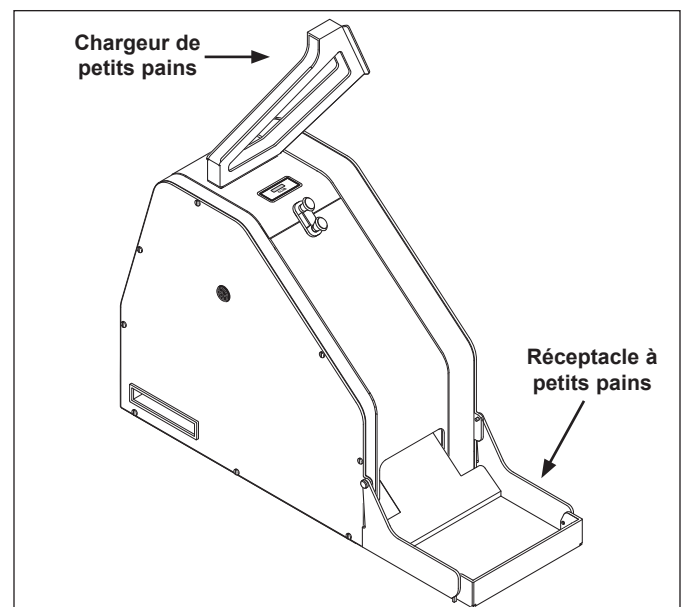

Figure 1. Grille-pain club (CTX-200L)
1. Retirer le CTX-200L (figure 1) et tous les matériaux d'emballage de la boîte d'expédition. Ensuite, ouvrir la boîte d'accessoires et retirer la boîte d'accessoires. Elle devrait contenir les articles suivants :
- 1 chargeur de petits pains (figures 1 et 2)
- 1 réceptacle à petits pains (figures 1 et 2)
Assembler l'appareil tel qu'indiqué aux figures 1 et 2.